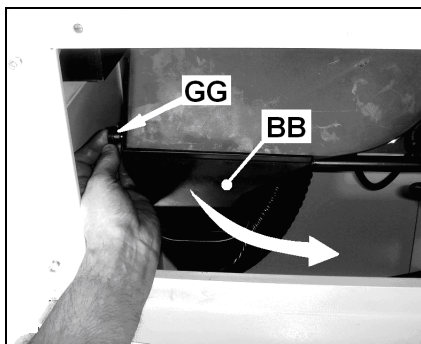

Fig 26
Entfernen Sie die Griffschraube (GG, Fig 26) und klappen Sie den Anschlusstrichter (BB) nach unten.